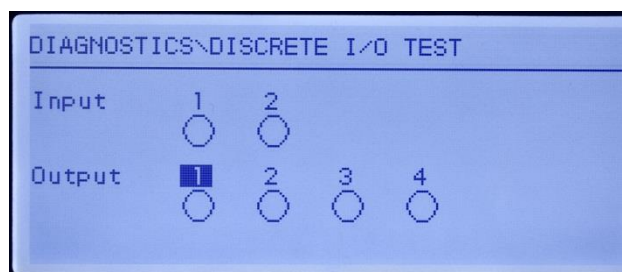

Abbildung 5-5: Bildschirm „Diskreter I/O-Test“
- 2 Drücken Sie auf EINGABE, um zum Diagnosebildschirm zu navigieren. Wenn der Testbildschirm angezeigt wird, erscheint der Eingangsstatus oben in der Anzeige und der Ausgangsstatus unten in der Anzeige (Abbildung 5-5). Der Fokus wird zuerst auf Ausgang Nr. 1 gezeigt.